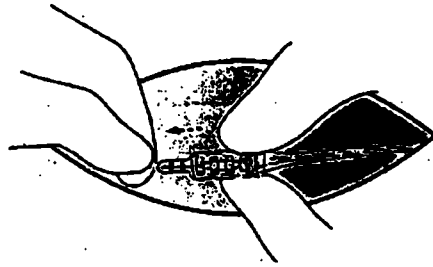

Figura 18. Retire el electrodo del extremo con tornillos de la extensión.
7. Establezca el electrodo y retirelo con cuidado del extremo con tornillos de la extensión (Figura 18).